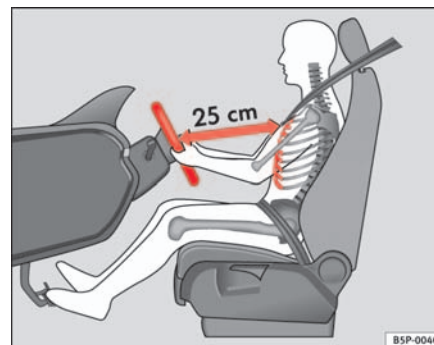

Abb. 129 Die richtige Sitzposition des Fahrers
- Stellen Sie das Lenkrad so ein, bis die gewünschte Einstellung erreicht ist $\Rightarrow$ Abb. 129.
- Stellen Sie den Fahrersitz oder das Lenkrad so ein, dass der Abstand zwischen Lenkrad und Brustbein mindestens 25 cm beträgt ⇒ Seite 159, Abb. 129. Wenn Sie den Mindestabstand nicht einhalten, kann Sie das Airbag-System nicht schützen – Lebensgefahr!